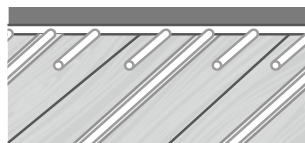
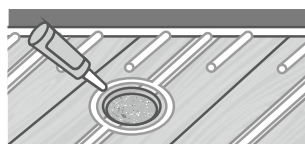

Рисунок 12
Рисунок 13
- 10.9.10 Необходимо наносить дополнительные полосы клея длиной ~ 3 см по всему периметру вдоль стен (см. Рисунок 12), а также нанести клей вокруг мест установки люков (см. Рисунок 13).